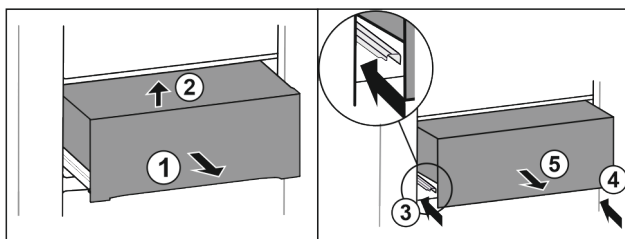

Fig. 31
- ▶ Wyciągnąć szufladę do połowy Fig. 31 (1).
- ▶ Unieść z przodu Fig. 31 (2).
- ▶ Wsunąć lewą szynę Fig. 31 (3).
- ▶ Wsunąć prawą szynę Fig. 31 (4).
- ▶ Wyjąć szufladę do przodu Fig. 31 (5).